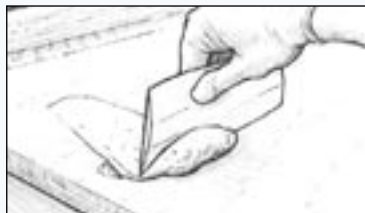

Рис. 22. Нанесите состав для пропитки таким образом, чтобы заполнить все выемки, выровняйте его.
4. Нанесите загустевшую эпоксидную смесь на предварительно пропитанную поверхность при помощи пластикового шпателя, заполните все выемки. Разровняйте эпоксидный материал в соответствии с необходимой форме, наложите материал так, чтобы он был чуть выше окружающей плоскости (Рисунок 22). Удалите избыточный материал до того, как он отвердится. При заполнении выемок глубиной более 12 мм, наносите смесь для выравнивания в несколько приемов, дожидаясь, пока каждый слой частично отвердится и/или используйте отвердитель 206 Slow Hardener или 209 Extra Slow Hardener, в зависимости от температуры.